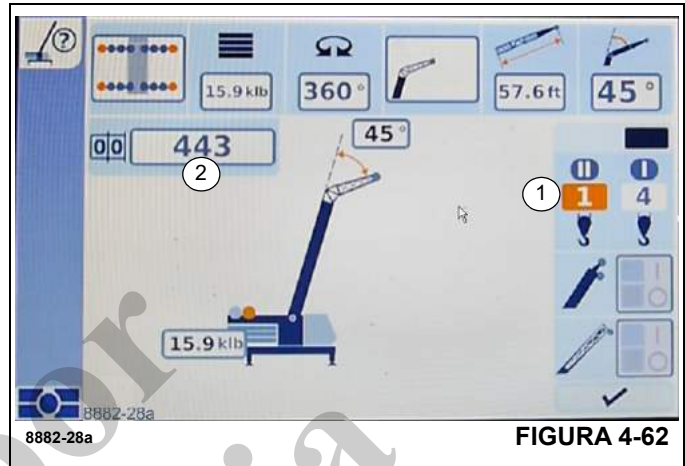

FIGURA 4-62
- Seleccione y confirme el símbolo (1), (Figura 4-62); se muestran las flechas a la izquierda y a la derecha.
La pantalla (2), (Figura 4-62), muestra el código RCL correspondiente.